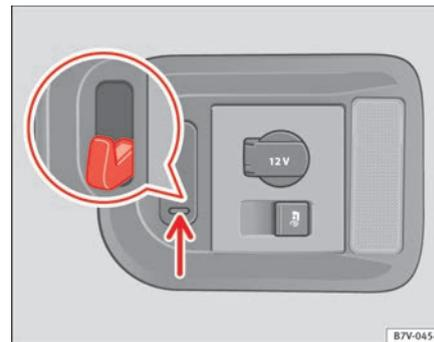

Abb. 105 Im Gepäckraum: Taschenhaken.
Im Gepäckraum rechts kann sich ein herausklappbarer Taschenhaken befinden ⇒ Abb. 105, an dem leichte Einkaufstaschen befestigt werden können.
- Unten auf den Taschenhaken drücken ⇒ Abb. 105 (Pfeil) und herausklappen.